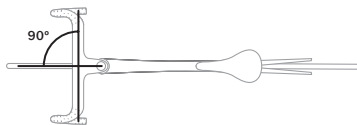

Figure 1.6 : alignement adéquat du cintre et de la selle.
- Confirmer que le cintre est perpendiculaire à la roue (Figure 1.6).
- Confirmer que la selle est alignée sur le centre du vélo (Figure 1.6).